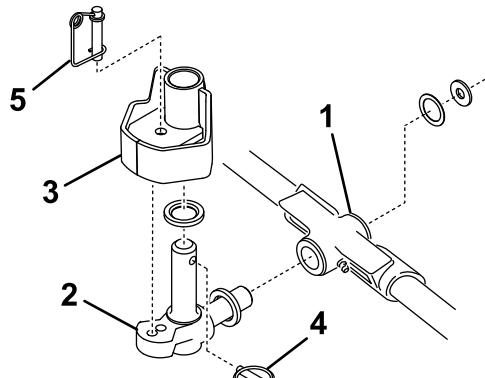

Bild 14
1. Setzen Sie eine Druckscheibe auf die horizontale Welle des Kreuzgelenks, wie in Bild 14 abgebildet.
2. Setzen Sie die horizontale Welle des Kreuzgelenks in das Befestigungsrohr des Trägerrahmens (Bild 14).
3. Befestigen Sie das Kreuzgelenk mit einer Druckscheibe, einer Flachscheibe und einer Bundkopfschraube am Trägerrahmen (Bild 14).
4. Setzen Sie eine Druckscheibe auf die vertikale Welle des Kreuzgelenks (Bild 14).
5. Falls abgenommen, setzen Sie die vertikale Welle des Kreuzgelenks auf die Hubarmdrehnabe (Bild 14).
7. Setzen Sie den Klappstecker in das Kreuzloch an der Kreuzgelenkwelle (Bild 14).
Hinweis: Wenn Sie eine fixierte Mähwerkstellung wünschen, setzen Sie den Lenksperrstift auf das Befestigungslöch des Kreuzgelenks (Bild 14).
13. Haken Sie den Federdraht unten um den Lenksperrstift (Bild 14).